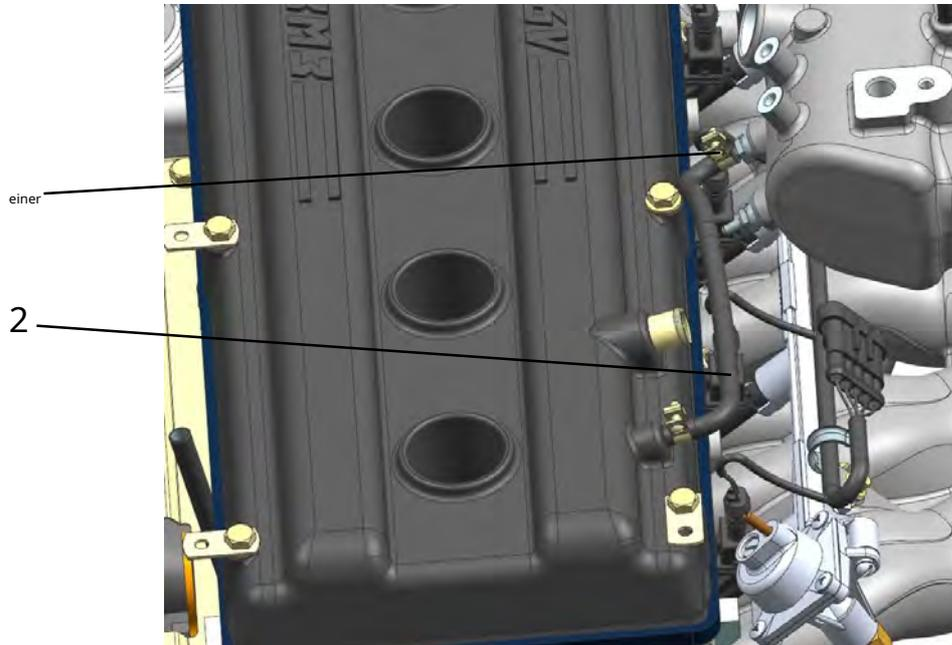

Abb. 199. Schlauch des kleinen Abzweigs der Kurbelgehäuseentlüftung montieren:
**3.** Schlauch 2 (Abb. 199) des kleinen Abzweigs der Kurbelgehäuseentlüftung mit einer Schelle montieren Install mi 1 am Abzweigrohr des Ventildeckels und am Empfängeranschluss. Sichern Sie den Schlauch mit Schellen, indem Sie die Schellenschrauben mit einem Drehmoment von 1 ... 2,9 N m (0,1 ... 0,3 kgf m) anziehen.